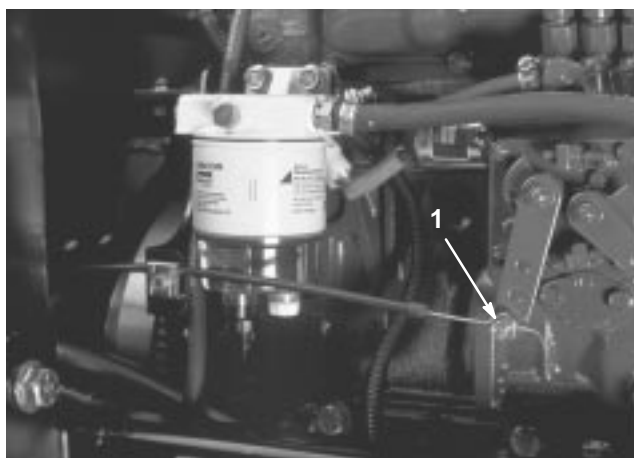

**Figure 50**
2. Appuyez sur l'extrémité du ressort (Fig. 50) et poussez-la vers l'avant pour décrocher le ressort du support et le détendre.